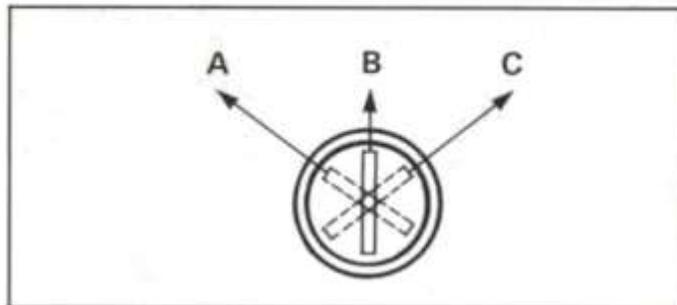

Fig. 11
## POSITIONS DE LA CLÉ DE CONTACT (fig. 11)
### Modèles sans démarreur (fig. 11 et 12).
- Tourner la clé de contact sur la position route : C (fig. 11).
- Tourner très légèrement la poignée des gaz (1)
- Appuyer à fond sur la manette de starter (2)
- Appuyer à fond sur la manette de décompresseur (3)
- Actionner vivement la pédale au pied, en lâchant le décompresseur (3) lorsqu'elle arrive au point bas
- Dès que le moteur est lancé, donner un peu plus de gaz (1)
- Tourner la clé de contact sur la position route : C (fig. 11)
- Tourner très légèrement la poignée de commande des gaz (1)
- Dès que le moteur est lancé, lâcher le décompresseur (3) et ouvrir les gaz progressivement en agissant sur la poignée tournante (1).
Tourner la clé de contact sur la position C (fig. 11).
Décompresser ou tourner la clé en position B pour les modèles avec démarreur (fig. 11)